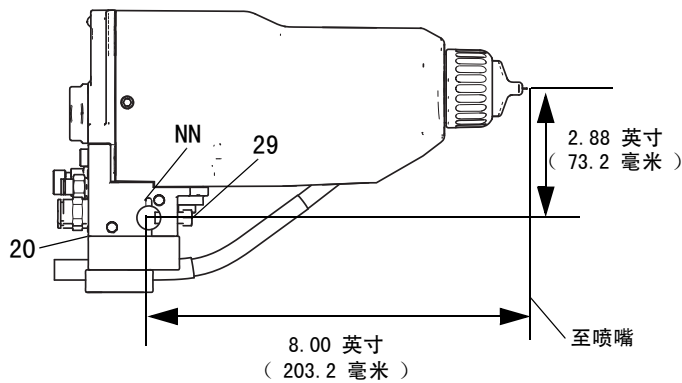

图 4. 安装
1. 松开歧管上的两个固定螺钉 (29)，并将歧管 (20) 滑动到 1/2 英寸 (13 毫米) 的固定杆上。参见图 4。
注：为了提高定位准确性，将一个 1/8 英寸 (3 毫米) 的定位针插入支架槽 (NN) 中并通过杆洞。参见图 4 中的详情。